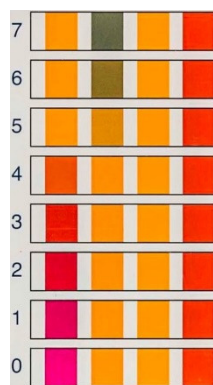

图3 通过与pH试纸条上的色标区进行目视比较来确定pH值
11. 用滴管从标记为“2 M HCl(aq)”的螺旋盖玻璃瓶中吸取HCl水溶液约6–8 mL，加入反应液中，将反应液的pH调至1–2。随时可以用pH指示条(参考图3彩色图案)检测反应液的pH。常规的做法为，用干净的滴管从反应瓶中取少量反应液，在pH指示条上滴一滴，不要将指示条直接浸入反应液中。继续加入HCl，直到pH约为1–2，然后停止加入HCl。